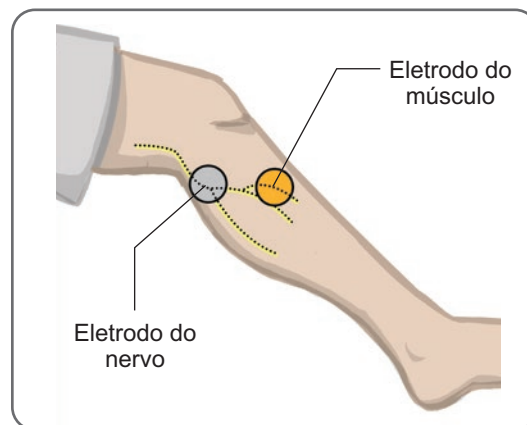

Figura 8-3: Posicionamento dos eletrodos na perna
8. Posicione um eletrodo (o eletrodo do nervo) sobre o nervo peroneal comum, distal e ligeiramente posterior à cabeça da fíbula. Veja a Figura 8-3.